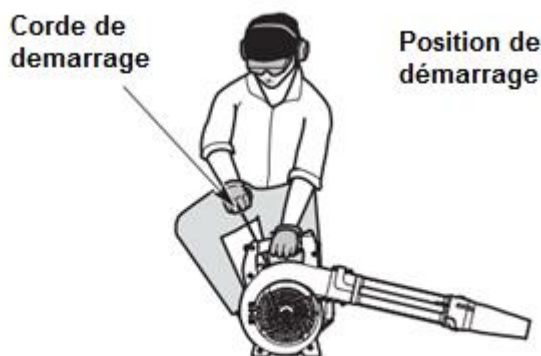

Fig. 7
Évitez de démarrer accidentellement l'appareil. Pour éviter des blessures graves, l'opérateur et l'unité doivent être dans une position stable lorsqu'ils tirent sur la corde de démarrage (Fig. 7).
f) N'appuyez pas sur la commande des gaz. Mettez-vous en position de départ (Fig. 7).
g) N'appuyez pas sur la commande des gaz. Tirez sur la corde du démarreur avec un mouvement contrôlé et régulier 3 à 5 fois pour démarrer le moteur (Fig. 7).